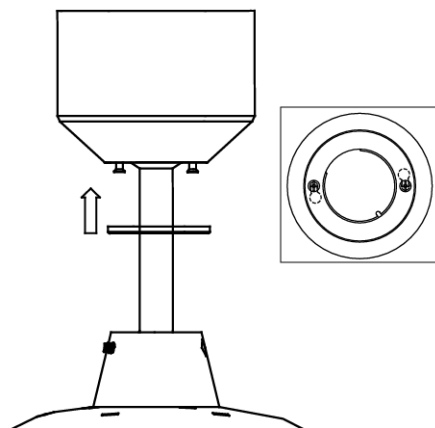

Fig. 6
4. Couvrez le support de montage avec le couvercle d'auvent. Assurez-vous que les câbles électriques sont groupés à l'intérieur de l'auvent et qu'ils ne sont pas endommagés pendant cette étape et fixez-les avec des vis. **Fig 6**
Fixez finalement le couvercle de l'auvent avec les vis de l'auvent en le tournant dans le sens des aiguilles d'une montre. **Fig 6**